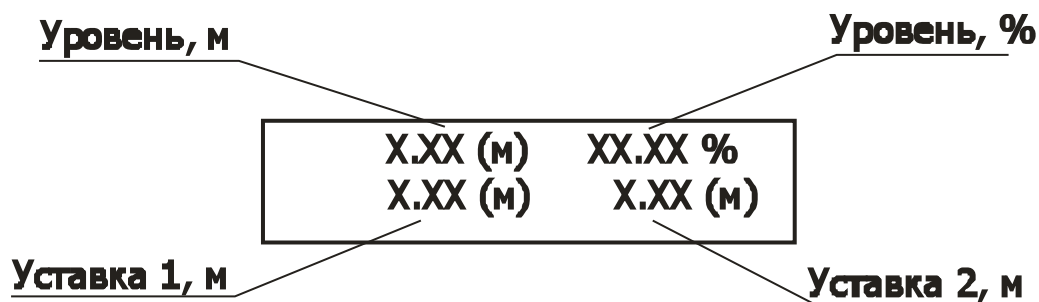

Рис. 1 - Основной рабочий режим
- на индикаторе должно отобразиться исходное сообщение (см. рис. 1) со значениями уровня 0.00 (м) и 00.00 % (при сухом датчике), а также значениями уставок, установленных на предприятии-изготовителе.